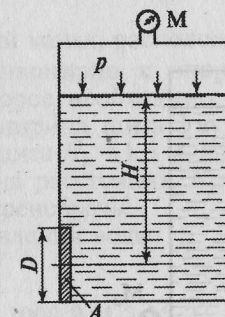

Рис. 3.14
**Задача 3.14.** Определить результирующую силу давления на плоскую поверхность  $A$  и положение точки ее приложения (рис. 3.14). Показание манометра на закрытом резервуаре, заполненном водой,  $p_m = 5000 \text{ Н/м}^2$ ;  $H = 4 \text{ м}$ ;  $D = 1 \text{ м}$ ;  $\rho = 10^3 \text{ кг/м}^3$ ;  $g \sim 10 \text{ м/с}^2$ .